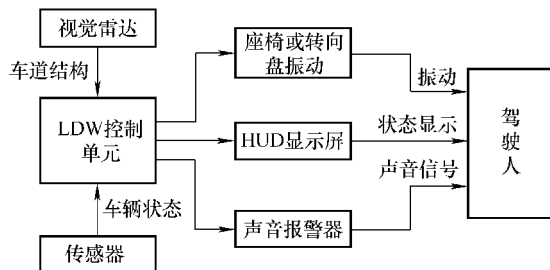

图 2-52 LDW 的组成与工作原理
(1) 定义 LDW (Lane Departure Warning) 是车道偏离警示系统，它是一种通过车内警示音，提醒驾驶人车辆已偏离行驶车道或可能发生碰撞事故的系统，应用于沃尔沃 XC60 和新雅阁等中高级轿车中。
(2) LDW 的组成与工作原理 如图 2-52 所示，LDW 主要由 HUD 显示屏、视觉雷达、LDW 控制单元 (ECU)、传感器等组成。